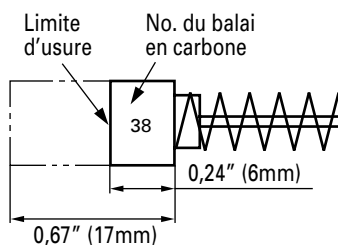

Fig. 6
4. Inspection des balais en carbone (Fig. 6)
Utiliser le balai en carbone HITACHI No. 38 indiqué sur la Fig. 6.